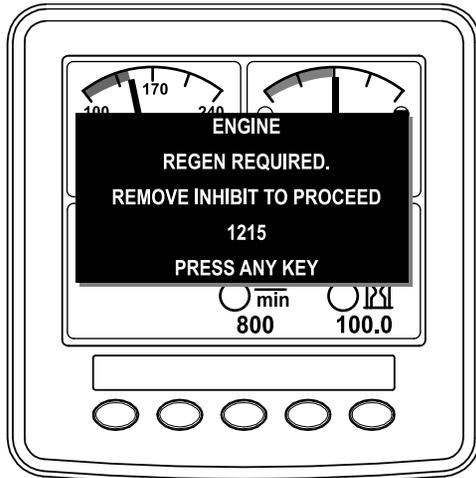

Figure 43
**Remarque:** Si l'option INHIBIT REGEN est à ON, l'InfoCenter affiche ADVISORY #1215 (avis n° 185) (Figure 43). Appuyez sur un bouton pour faire passer l'option d'interdiction de régénération à OFF (désactivée) et poursuivez la procédure de régénération commandée.